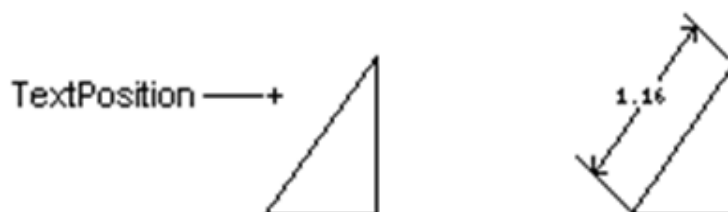

Рис. 2.3. Пояснительный рисунок к применению свойства TextPosition
**TextPosition** – свойство, представляющее собой одномерный массив, состоящий из трех элементов (координат X, Y, Z). Имеет тип Variant (рис. 2.3).